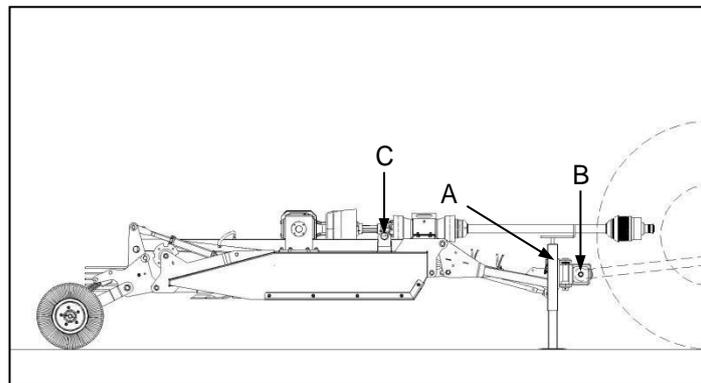

Fig. 2
- ✔ Insert the parking jack (Fig. 2-A) into the socket on the implement hitch and install the pin provided.
- ✔ When hitching the implement to the tractor, operate the tractor hitch adjusting the height and spread of lower link arms to sufficiently clear the implement drawbar pins (Fig. 2-B). Engage the lowest available gear on the tractor and reverse the tractor towards the implement to align mounting pins and facilitate hitching.
- ✔ Place the parking jack in storage bracket (Fig. 2-C) provided on the front right-hand corner of the main deck while the implement is in operation.
- ✔ Druk die parkeerdromkrag (Fig. 2-A) in die sok aan die implementhaak en druk die pen in wat voorsien is.
- ✔ Om die implement aan die trekker te haak, verstel eers die hoogte en spreid van die onderste koppelarme van die trekkerhaak só dat dit die implement se trekstang-penne genoegsaam vry laat (Fig. 2-B). Kies die laagste beskikbare rat en stoot die trekker agteruit na die implement toe om in lyn met die monterpenne te kom en haak die implement aan.
- ✔ Stoor die parkeerdromkrag in die stoorklamp (Fig. 2-C) op die voorste regterhoek van die hoofdek terwyl die implement in gebruik is.